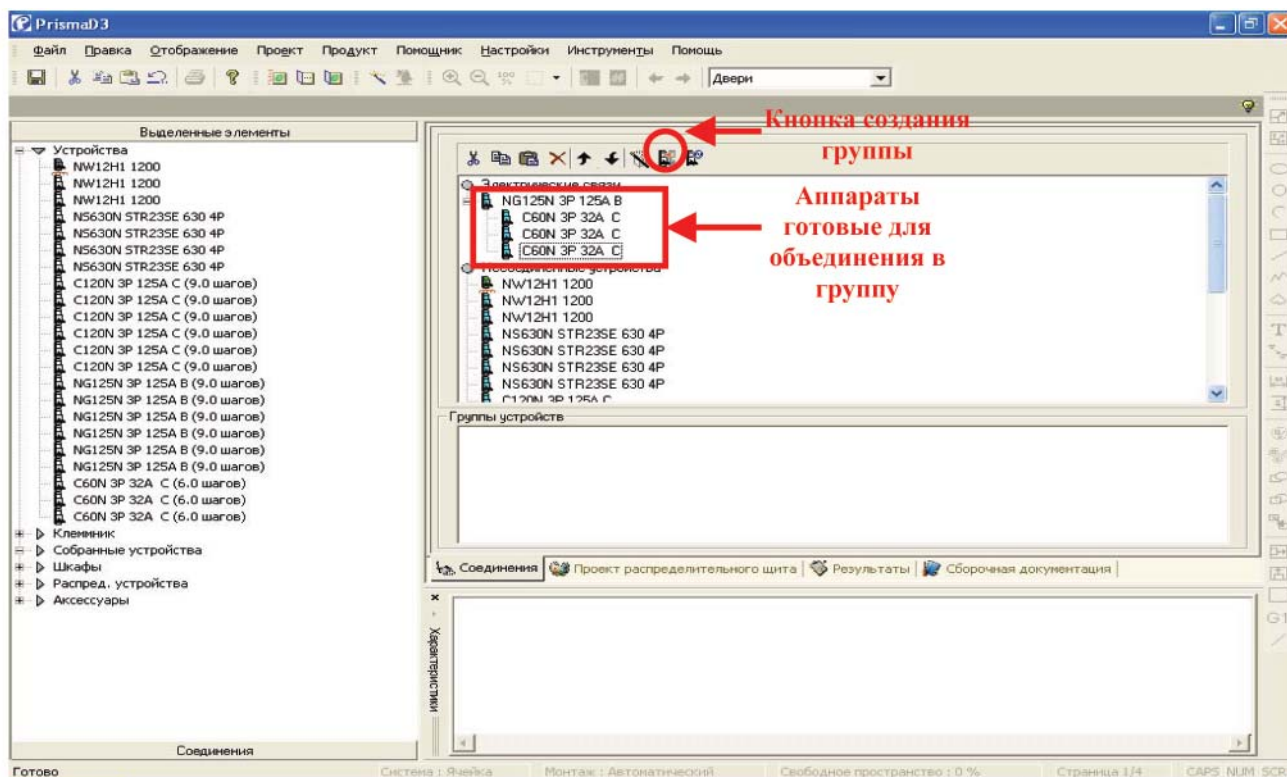

Рис. 100
автоматического выключателя С60 и разместить их под вышестоящим NG125 (для этого отпускаете левую кнопку мыши на названии вышестоящего аппарата под который необходимо поместить переносимые нижестоящие выключатели). Таким образом, после правильного переноса всех аппаратов закладка “Соединения” принимает вид (рис. 100).
- 13) Выделяем четыре перенесенные аппараты и нажимаем кнопку создания группы (рис. 100).